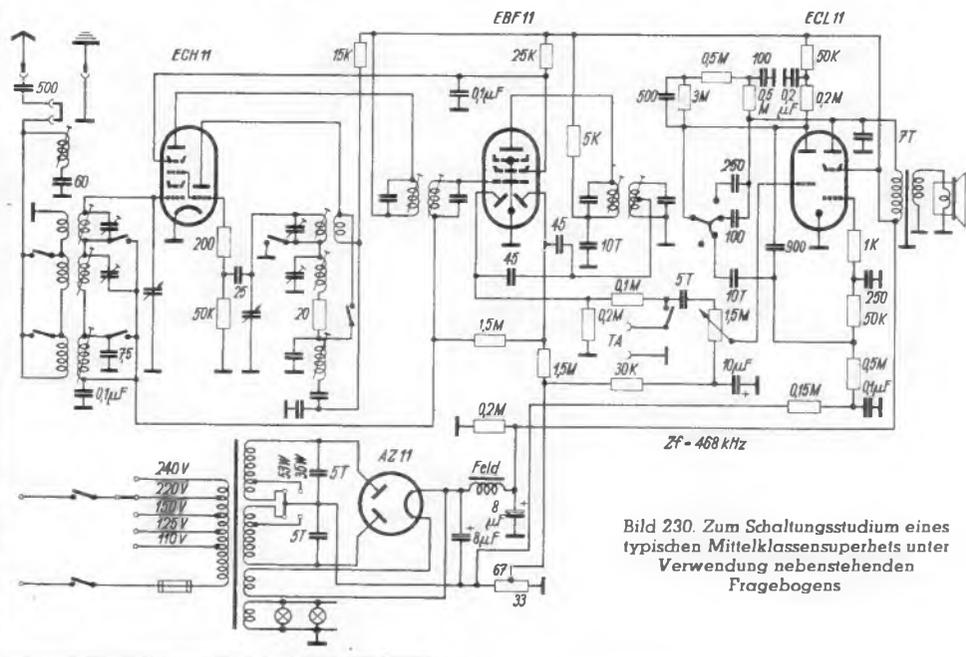

Bild 230. Zum Schaltungsstudium eines typischen Mittelklassensuperhets unter Verwendung nebenstehenden Fragebogens
1.	Schaltung: Überlagerungsempfänger Bild 230, Zwischenfrequenz: 468 kHz
Zur Schaltungsuntersuchung empfiehlt es sich, an Hand des abgebildeten Empfängerfragebogens systematisch Schaltungen durcharbeiten. Als Beispiel wird ein Standardsuper mit sechs Kreisen und vier Röhrensystemen behandelt (Bild 230). Die systematische Bearbeitung von Schaltungen unter Verwendung des Empfänger-Fragebogens erleichtert das Studium insbesondere komplizierter Schaltungen. Sie bildet ferner eine oft erwünschte Gedächtnisstütze beim Auswendiglernen von Schaltanordnungen.